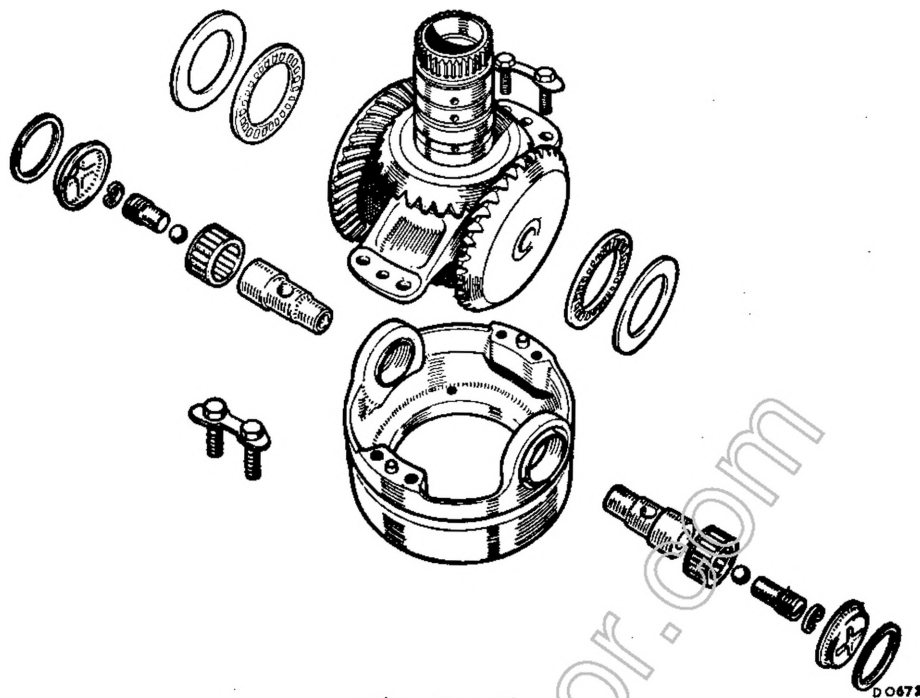

Fig. Fa. 51
15. Smontare l' assieme, assicurandosi che tutti i componenti vengano trattenute nelle loro sedi rispettive per facilitare il susseguente rimontaggio (vedi la figura Fa. 51).